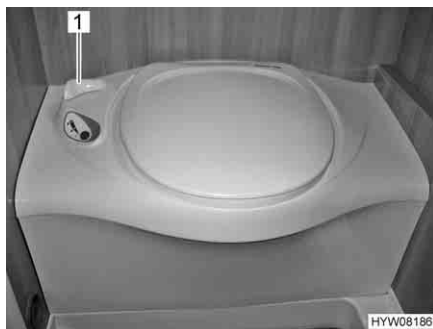

Fig. 139 Toilette Thetford
- Prima di tirare l'acqua, aprire il cursore della toilette Thetford. A tal fine ruotare la leva del cursore (Fig. 139,1) in senso antiorario.
- Dopo aver tirato l'acqua chiudere il cursore. Ruotare la leva del cursore (Fig. 139,1) in senso orario.